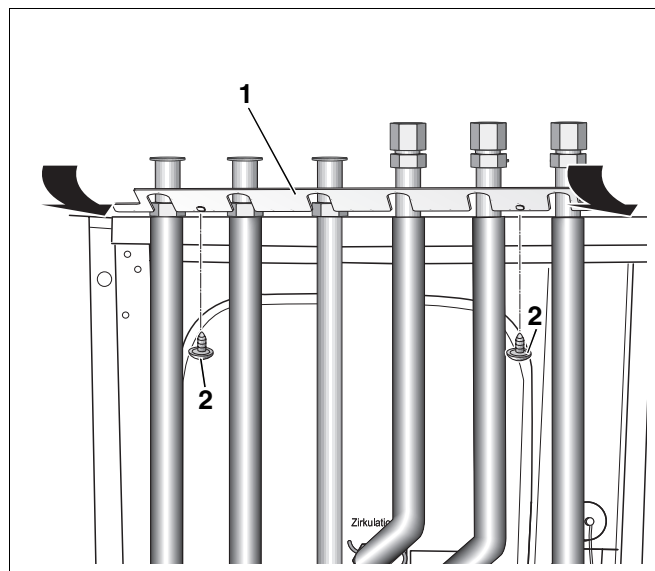

Abb. 17 Obere Arretierung montieren
- Obere Arretierung über die Anschlussrohre schieben (Abb. 17, **Pos. 1**).
- Obere Arretierung (Abb. 17, **Pos. 1**) mit 2 Flachkopfschrauben ST 3,9 × 9,5 (Abb. 17, **Pos. 2**) an der Rückwand des Heizkessels befestigen.